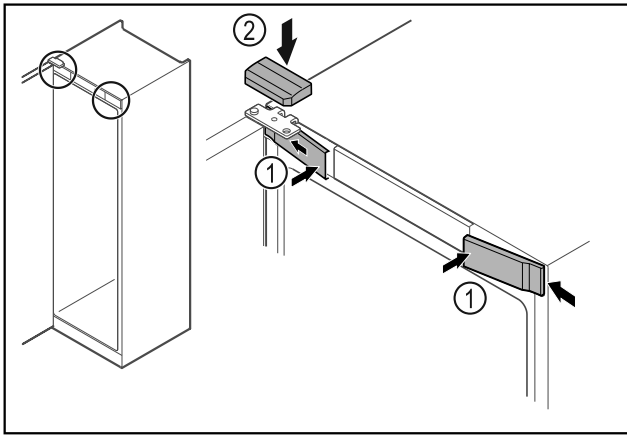

Fig. 68
- ▶ Akassza be oldalt az előlő burkolatokat Fig. 68 (1), majd pattintsa be.
- ▶ Felülről pattintsa be a felső burkolatot Fig. 68 (2).